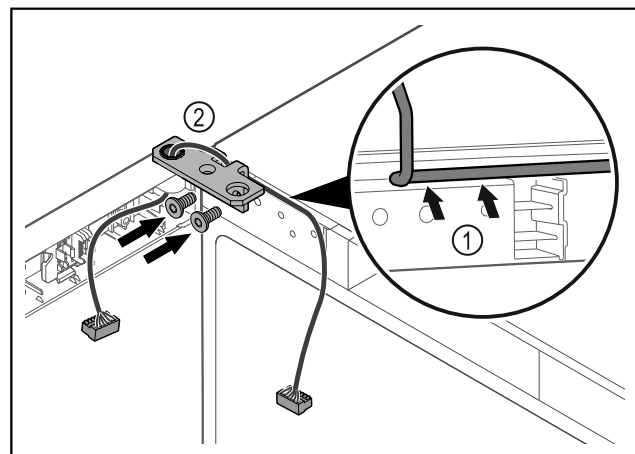

Fig. 42
- ▶ Kabel durch die Aussparung des Scharnierwinkels führen und vorsichtig verlegen Fig. 42 (1).
- ▶ Scharnierwinkel Fig. 42 (2) anschrauben.